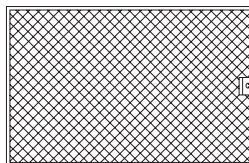

Рис. 3
4. Алюминиевый жирославливающий фильтр, находящийся под откидной панелью (см. рис. 3).
Дополнительным аксессуаром для вытяжки является угольный фильтр (в комплект не входит, рис. 3а).
Рис. 3а